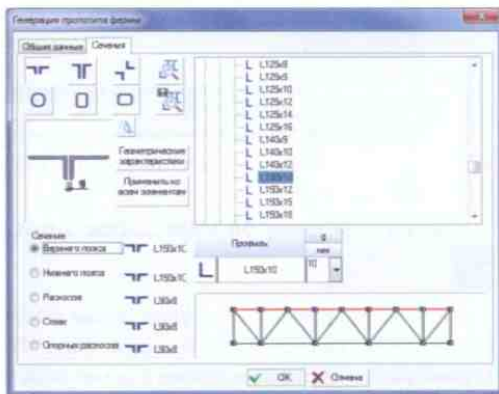

Рис. 5.2-2. Страница **Сечения** диалогового окна **Генерация прототипа фермы**
- перейти на страницу **Сечения** (рис. 5.2-2);